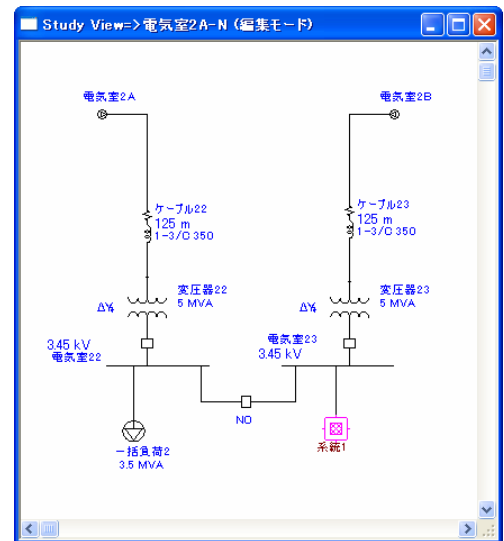

図 2 : 電気室 2A-N 回路図
* 1 合成回路 “電気室 2A-N” 内は図 2 参照
“電気室 2A-N” のエレメントをダブルクリックすると “電気室 2A-N” の合成系統回路内の全ての回路が表示されます。図 2 参照 ここで “電気室 2A-N” 内に “系統 1” というもう一つの合成回路が含まれることに注意してください。 “系統 1” は “電気室 2A-N” のサブ回路です。 “系統 1” をダブルクリックすると “系統 1” 内の系統回路を見ることができます。